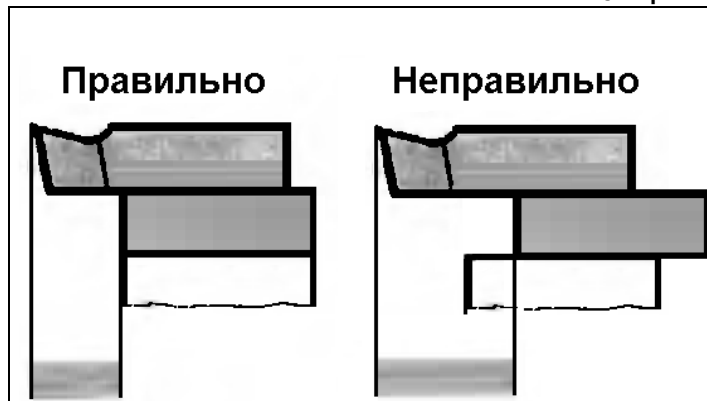
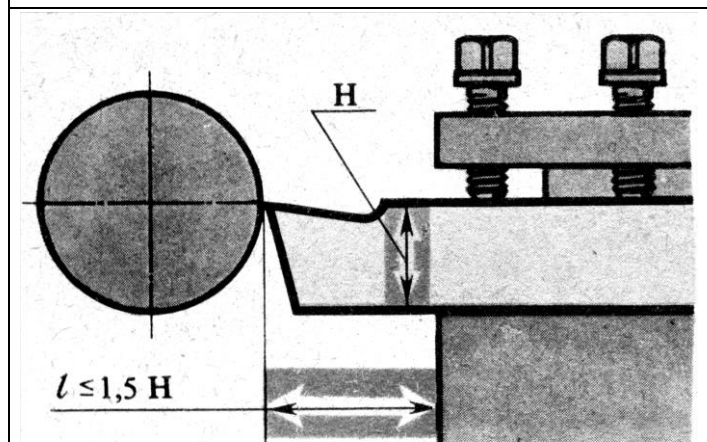

Рис. 26
Рис. 27
11.7. Станок не комплектуется режущим инструментом (приобретается отдельно). При использовании резцов (114) с державкой 16мм и менее используйте подкладки (115) из мягкой стали разной толщины. Допускается использовать только одну подкладку, Рис. 26. Высота режущей кромки резца устанавливается в резцедержателе таким образом, чтобы вершина его была расположена на уровне оси центра, Рис. 27, 28. Вылет головки резца не должен превышать полторы высоты державки резца, Рис. 27.